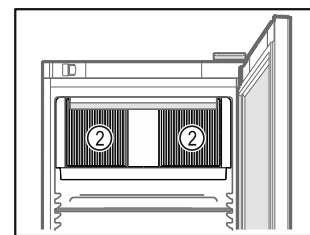

Fig. 61
- Poskrbite, da prezračevalna reža Fig. 61 (2) ventilatorja krožnega zraka v notranjosti ni zakrita.